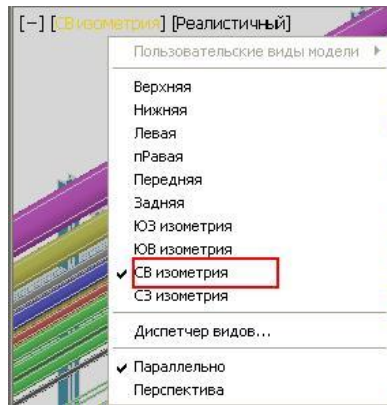

Рис. 104
- Установите текущий вид **СВ изометрия** (Рис. 104).